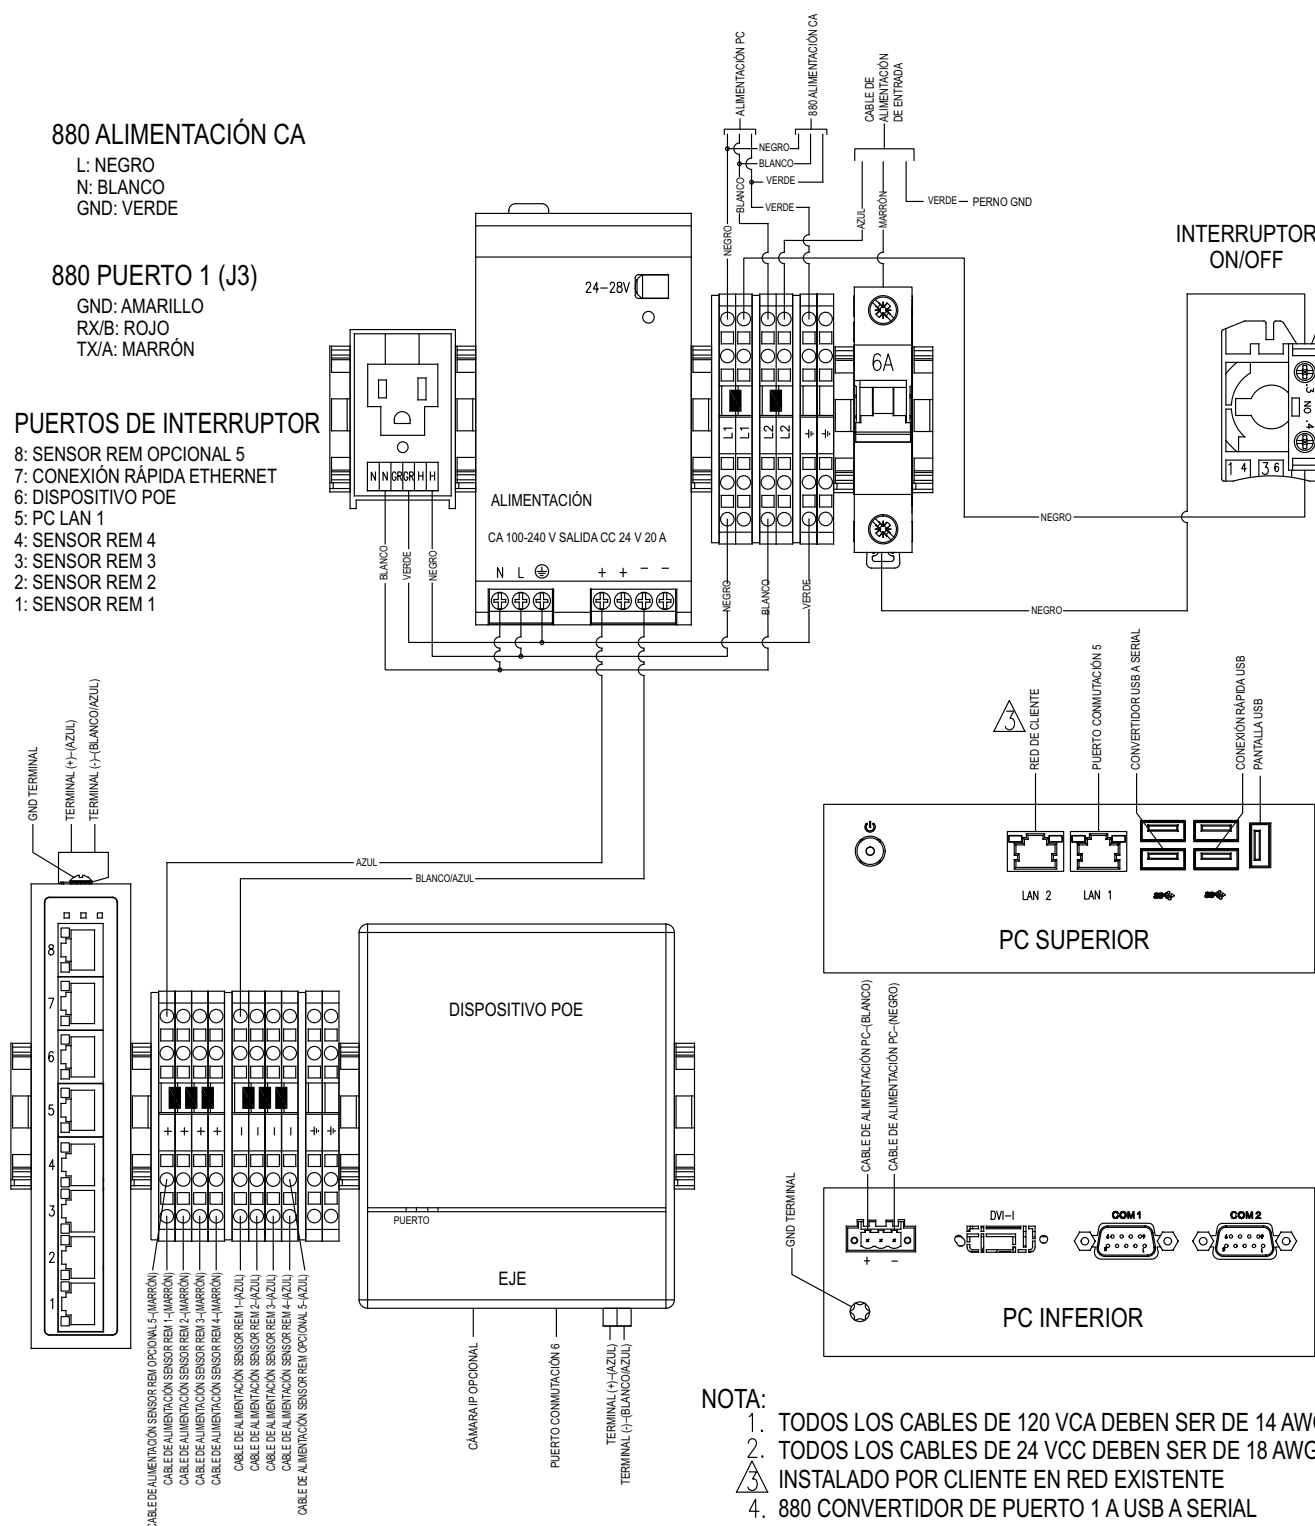

Figura 3-20. Diagrama de cableado del 880
8. Pele y cablee el cable local de la báscula SUMMIT 3000 al indicador (Figura 3-20 para el indicador 880 y Figura 3-21 en la página 28 para el indicador 1280).